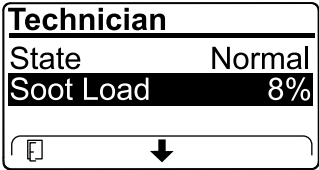

Figure 43
- Affichez la charge de suie mesurée dans le FAP sous forme d'un pourcentage (Figure 43) ; voir le tableau de charge de suie.